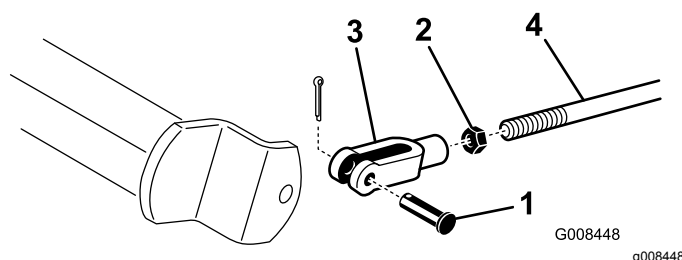

Figura 45
- A. Scollegate le aste dei freni rimuovendo la coppiglia e il perno del cavallotto (Figura 45).
- B. Allentate il controdado e regolate il cavallotto come opportuno (Figura 45).
- C. Montate il cavallotto sull'albero del freno (Figura 45).